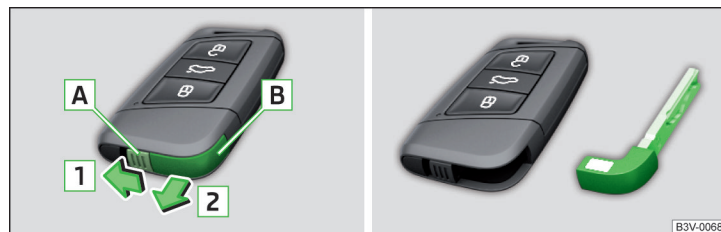

Fig. 348 Retirar la llave de emergencia
- Desbloquear el gancho de retención [A] en el sentido de la flecha [1] y retirar la llave de emergencia [B] en el sentido de la flecha [2] » fig. 348.